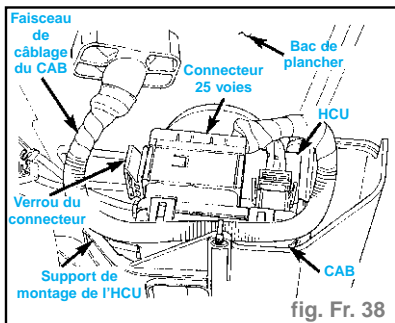

fig. Fr. 38
- Déposer l'agrafe d'acheminement fixant le faisceau de câblage de l'ICU au support de fixation de celle-ci. (fig. Fr. 38).
- Poser le connecteur vingt-cinq voies sur le CAB en suivant la procédure ci-après. Positionner le connecteur vingt-cinq voies dans la douille du CAB et le pousser avec précaution vers le bas aussi loin que possible. Lorsque le connecteur est totalement enfoncé manuellement dans la douille du CAB, refermer le verrou du connecteur. Ceci tirera le connecteur dans la douille et le verrouillera en position de pose. (fig. Fr. 38).